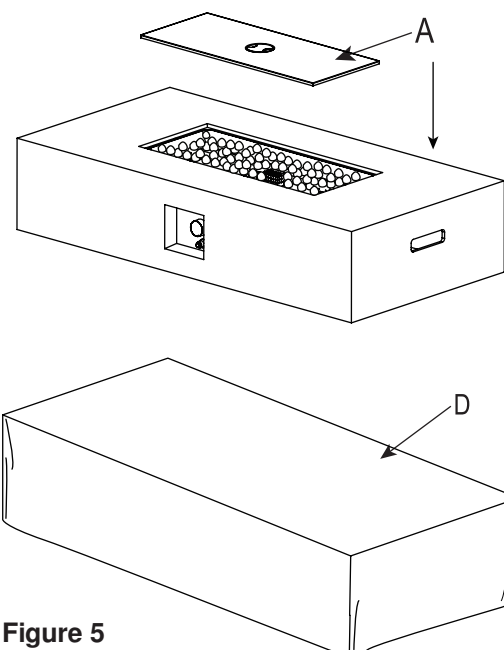

Figure 5
6. Kai židiny visišškai atvės, uždenkite jį apsauginiu uždangalu (D) (žr. Figure 5).